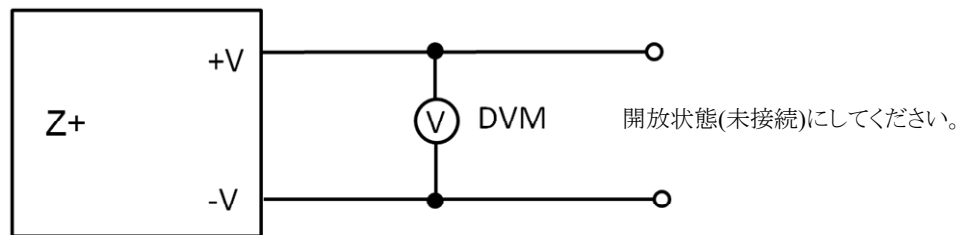

図4-12 DVMの接続図(CV動作確認の場合)
2. 図4-12のように出力端子にDVM(電圧計)を接続してください。